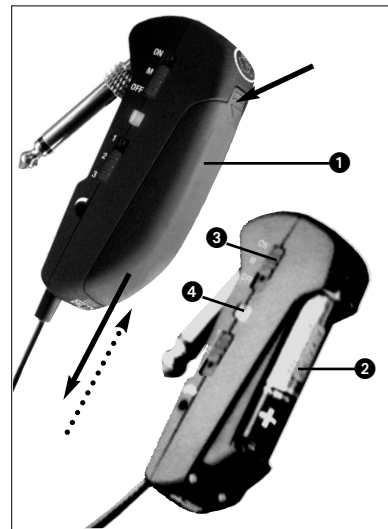

Fig. 2 : Mise en place de la pile
3.1 Mise en place/remplacement et essai de la pile (voir Fig. 2)
4. Mettez la pile fournie ou la nouvelle pile (2) dans le compartiment comme indiqué à la Fig. 2.